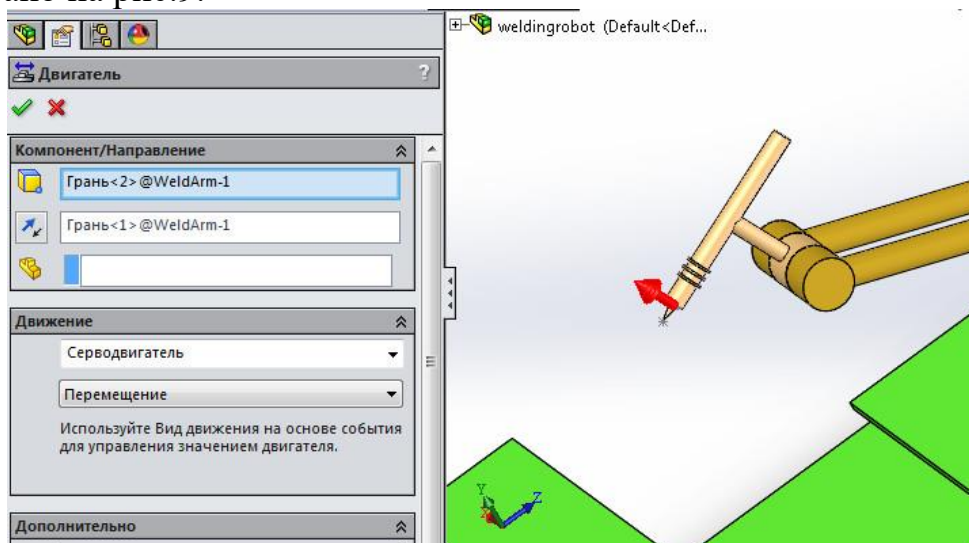

Рис. 9. Створення третього серводвигуна
4.4.2. Встановити місце розташування та параметри руху серводвигуна як показано на рис.9.